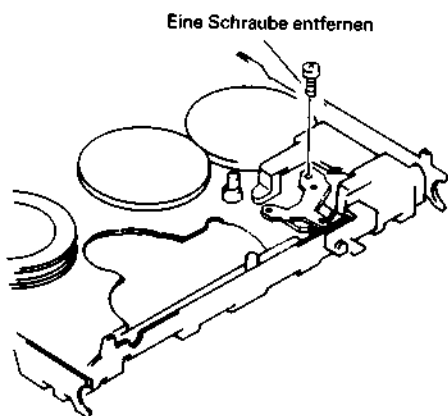

Abb. 2.105 Ausbau des Sensorhalters und des Vorratsteller-Rotationssensors
8. Eine (1) Befestigungsschraube des Sensorhalters entfernen (siehe Abb. 2.105).